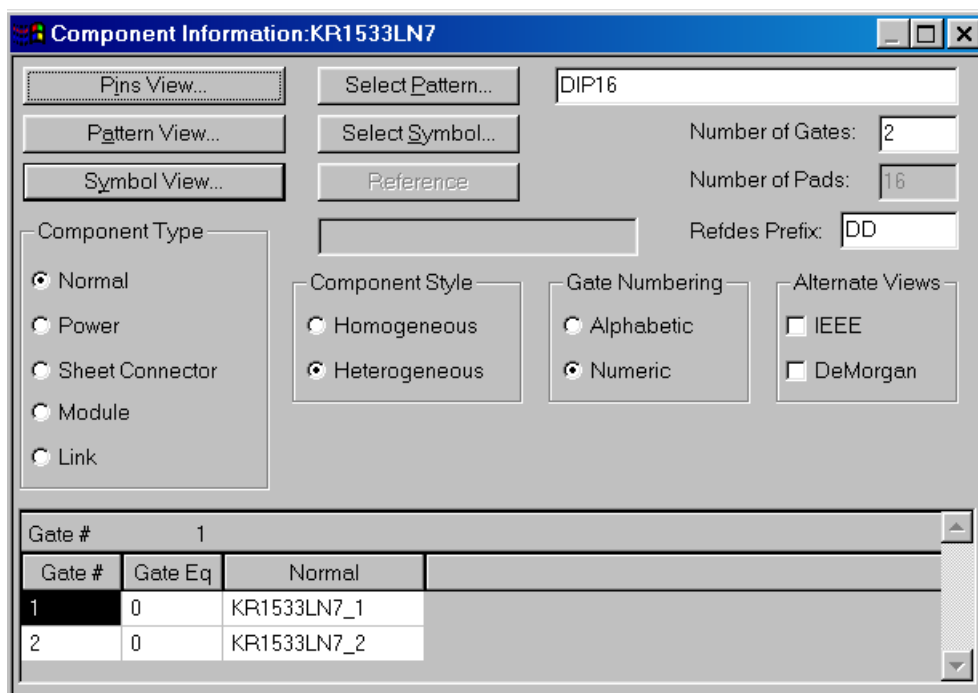

Рис. 8-33. Создание компонента с неоднородными секциями
3) В менеджере библиотек создайте новый компонент, используя рис. 8-33 и рекомендации п. 8.5. Перед выбором символа для первой секции, прежде чем нажать кнопку **Select Symbol**, щелкните левой кнопкой мыши в первой ячейке столбца *Normal*, таблицы **Gate #**. Перед выбором символа для второй секции таким же образом отметьте вторую ячейку в этом столбце.